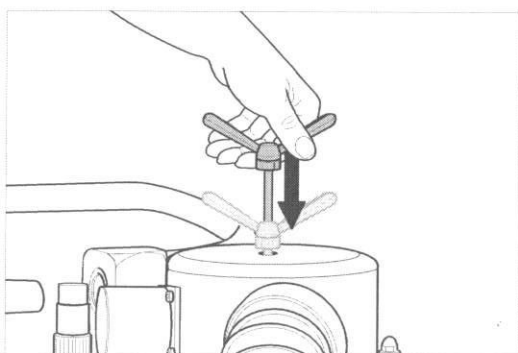

Fig. 32 Poussez la tige vibrante jusqu'à la butée dans l'unité filtrante.
- 7 Si cela n'a pas encore été fait, poussez au plus tard maintenant la tige vibrante complètement vers le bas afin que celle-ci centre le système (fig. 32). Autrement, la tige vibrante ne pourra être bougée que difficilement.